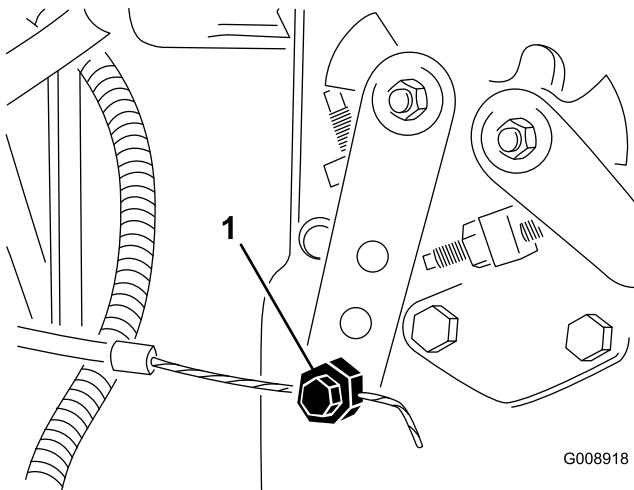

Рисунок 63
- Ослабьте соединитель тросика дроссельной заслонки на плече рычага инжекторного насоса (Рисунок 63).